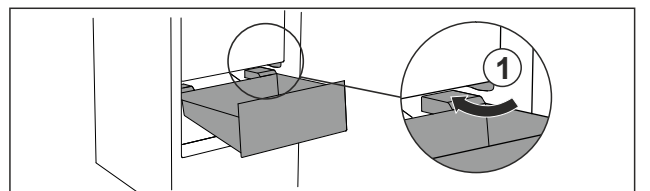

Fig. 57
- ▶ Прокарайте чекмеджето под ъгъл около ограничителите Fig. 57 (1).